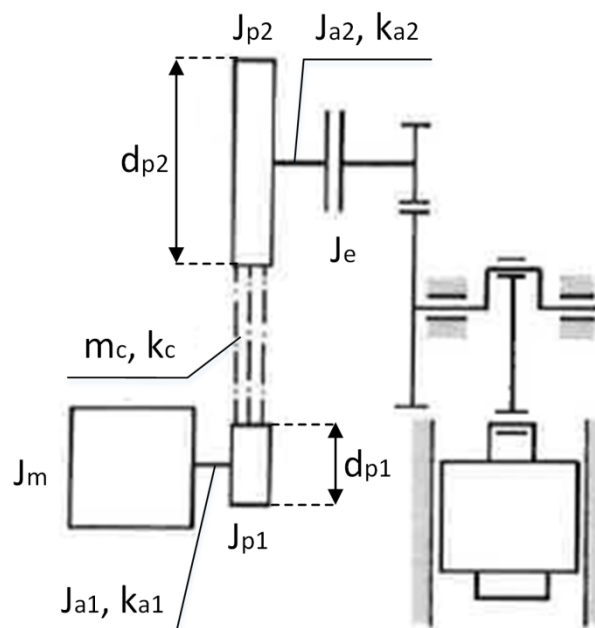

Figure 1: Schéma du concasseur
Soit le mécanisme d'un concasseur présenté dans la Figure 1. Un moteur (M) entraîne une petite poulie (P1) reliée à une grande poulie (P2) par une courroie. La poulie P2, qui fait office de volant d'inertie, est connectée à un embrayage (E) qui limite le retour d'efforts du mécanisme à percussion. On désire étudier le comportement dynamique du groupe d'entrainement, en particulier la transmissibilité des efforts de l'embrayage vers le moteur. Les propriétés des éléments du mécanisme sont données dans le Tableau 1, où la masse et la rigidité de la courroie correspondent à l'un des deux brins de courroie joignant les poulies.